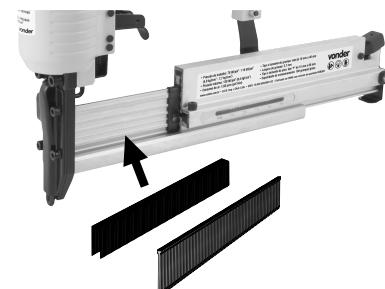

Fig. 4 – Posicionamento dos grampos/pinos
3. Coloque os grampos/pinos com as pontas voltadas para fora (Fig. 4);